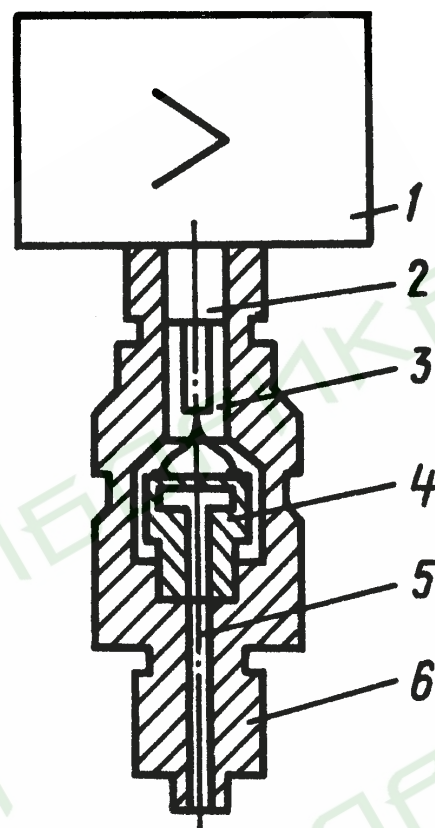

Рис. 2.
6.4. Схема преобразователей Сапфир-22М-ДИ моделей 2151, 2161, 2171, Сапфир-22М-ДИВ модели 2351 представлена на рис. 2.
6.5. Преобразователи Сапфир-22М-ДА моделей 2051, 2061 отличаются от описанных в п. 6.4 тем, что полость 3 (рис. 2) герметизирована и сигнал передается в электронное устройство 1 по проводам через гермоввод 2.